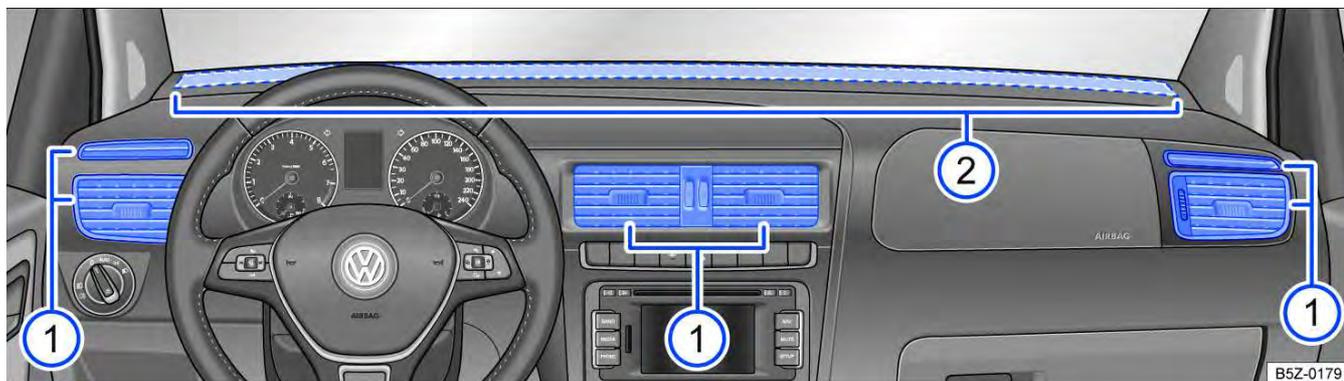

Fig. 88 No painel de instrumentos: difusores de ar. ▶
Para que uma potência de aquecimento, uma refrigeração e uma entrada de ar suficientes sejam atingidas no interior do veículo, nunca fechar os difusores de ar completamente → Fig. 88 ①.
- Para abrir os difusores de ar ①, pressionar na parte superior do difusor de ar.
Há outros difusores de ar, não reguláveis. Encontram-se no meio do painel de instrumentos → Fig. 88 ②, nas áreas para os pés e na parte traseira do interior do veículo.